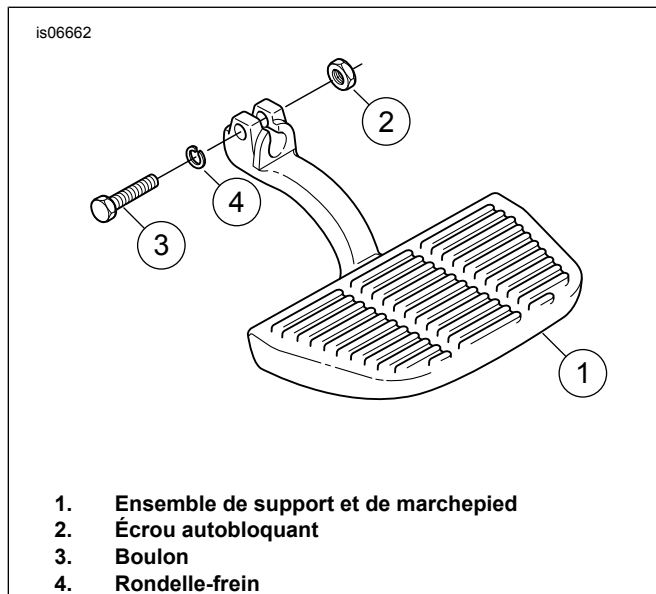

Figure 8. Ensemble de marchepied passager - Marchepieds accessoires sur les modèles jusqu'en 1992
- a. **Marchepieds accessoires sur les modèles de moto jusqu'en 1992** : Voir la figure 8. Effectuer la pose de chaque marchepied et ensemble de cache (1) à sa position d'origine, sur les goujons de montage, en alignant le trou de boulon sur les rainures usinées au niveau des goujons. Fixer chaque marchepied à l'aide d'un écrou autobloquant (2) et d'un boulon (3) ou bien à l'aide d'un boulon (3) et d'une rondelle-frein (4) (suivant le type de support de marchepied utilisé). Serrer l'écrou à un couple de 14 N·m (10 ft-lbs).